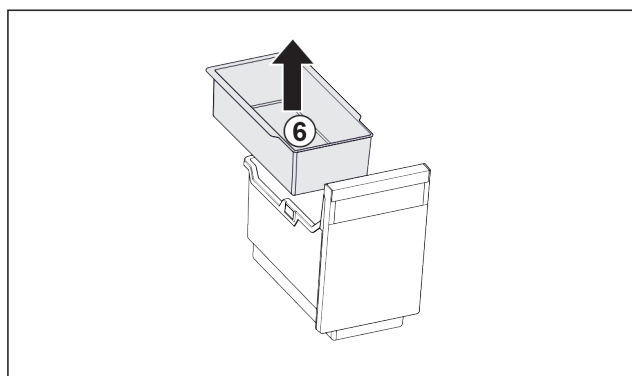

Fig. 29
- Odoberte závesnú misku Fig. 29 (6).